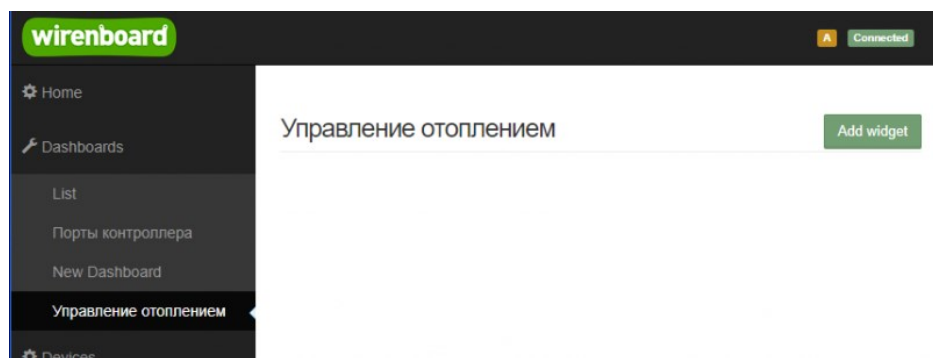

Рисунок 9 – Создать новый виджет
4. В окне с названием панели щелкнем по кнопке **Add widget** (см. Рис. 9)